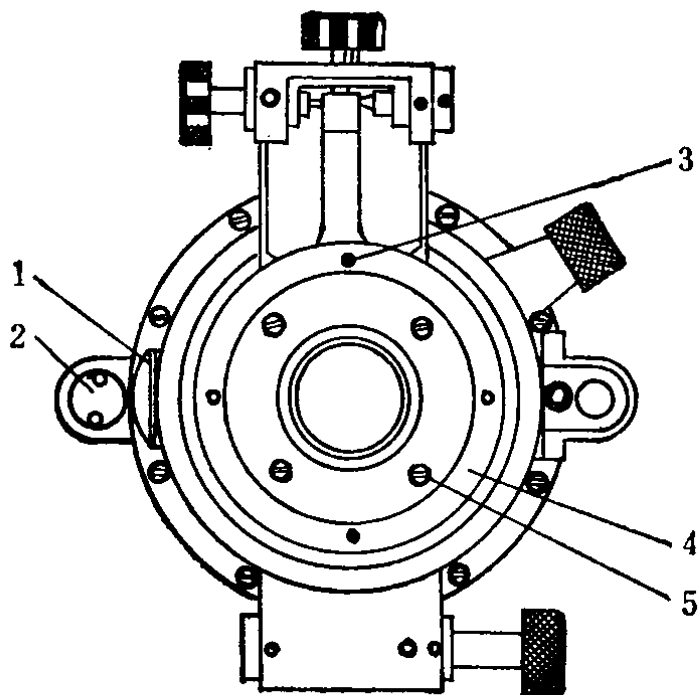
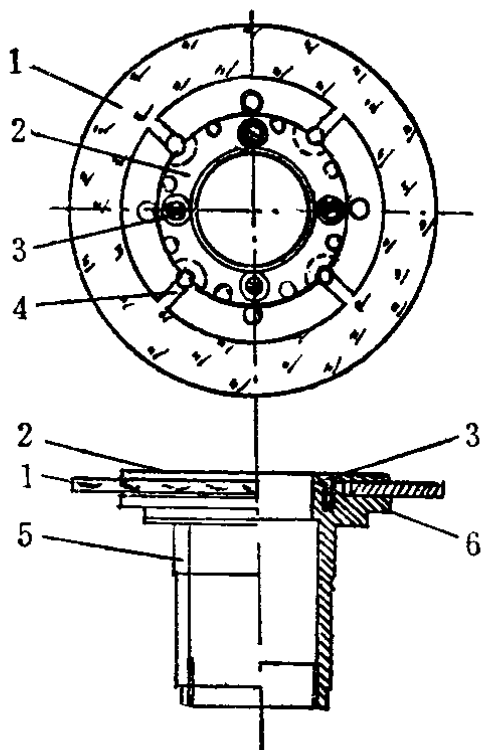
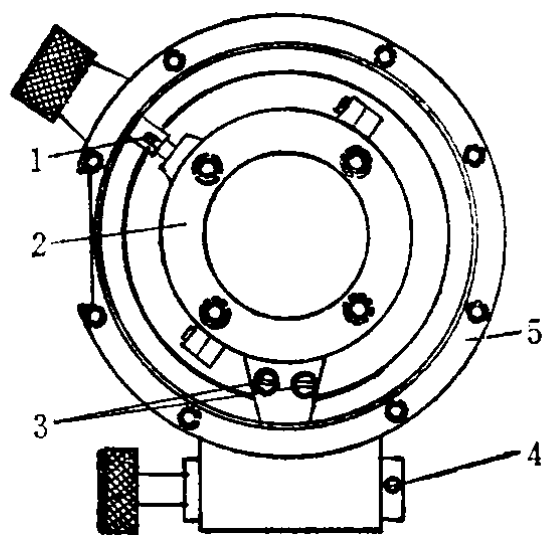
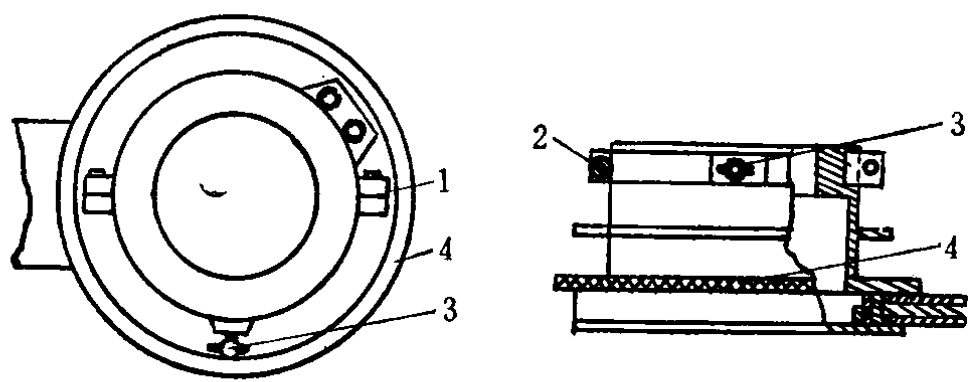

图 1-9 水平底盘制动及微动架机构图
图 1-10 水平度盘轴套
图 1-11 照准部制动及微
图 1-12 照准部制动及微动架整套机构图
1) 为了保持度盘清洁和免受损坏, 预先在工作台上平铺一块丝绒布或几层洁净的纱布, 然后握住水平度盘盒和照准部轴套, 将它倒置在绒布或纱布上, 旋松水平度盘微动螺旋弹簧座盖片的止头螺丝(图 1-7a 之 8), 将弹簧座盖片旋下, 取出弹簧和弹簧帽, 轻轻地将照准部轴套(图 1-7a 之 5) 拔出。此时可以见到图 1-9 所示情况。如果要拆卸水平度盘的制动及微动架, 先旋去压环的两个止头螺丝(图 1-9 之 3),
用两脚扳手将压环（图1-9之4）旋下，然后取出制动及微动架和里面的月亮片。
2）拆卸水平度盘轴套（图1-10）首先旋去水平度盘轴套上的四个固连螺丝（图1-9之5），从度盘盒底面将水平度盘轴套（图1-10之5）轻轻向上推动，使水平度盘稍微伸出度盘盒，然后抓住度盘边沿轻轻将水平度盘连同轴套，从度盘盒上部取出。取出的水平度盘连同轴套见图1-10所示。此时就可以见到图 1-11 所示照准部制动及微动架的结构情况。在拆卸和安装水平度盘轴套（图 1-10 之5）时，手法必须平稳，不能用力，以免卡死。如果一旦发生卡死现象，应从水平度盘照准棱镜座的缺口中，选择度盘低处，用起子向上轻轻撬动度盘下面的托板（图 1-10 之6），使度盘轴套松
动后再取出。为避免度盘产生偏心差，水平度盘上四个弹性压片螺丝（图1-10之3）切勿拆动。
3) 拆卸照准部制动及微动架整套（图 1-11 之2）。首先应旋去照准部微动螺旋弹簧座盖片的止头螺丝（图1-11之4），旋下弹簧座盖片，取出里面的弹簧和弹簧帽。再旋去微动杆的两个固连螺丝（图 1-11 之 3 ），把微动杆取出。此时略微转动照准部制动及微动架，使万向接头（图1-11之1）从照准部制动螺旋十字杆（图1-12之3）上脱落下来，就可以将照准部制动及微动架整套从度盘盒下部取出。取出的照准部制动及微动架整套见图1-12所示。如果要拆卸照准
部制动及微动架，就要旋去两半片制动圈的两个连结螺丝（图1-12之2），即可将两半片制动圈取下。